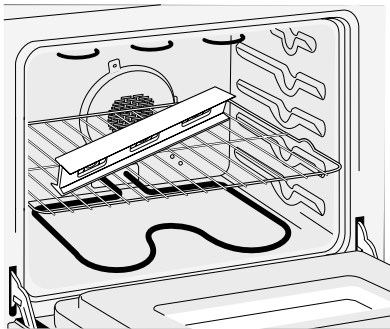
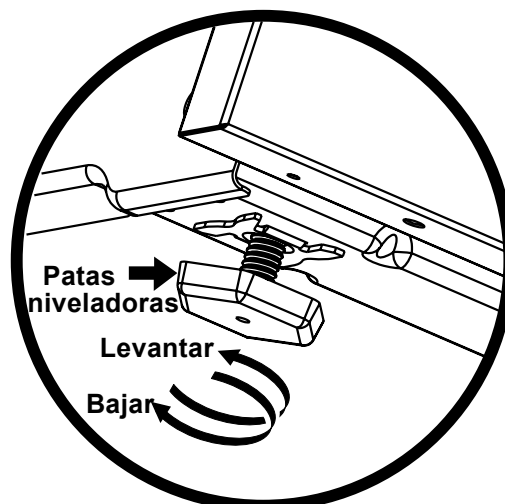

Figura 10
Figura 16
- Verifique si la cocina está nivelada colocando una parrilla en el centro del horno y poniendo un nivel sobre esta (figura 10).
- Ponga un nivel sobre la parrilla (figura 10). Tome dos lecturas con el nivel puesto diagonalmente en una dirección y después en la otra. Nivele la estufa, si es necesario, ajustando las 4 patas niveladoras con una llave de tuercas (figura 16).